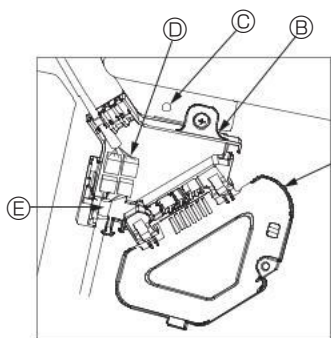

Fig. 10-8
- 2 Συνδέστε σταθερά το συνδετήρα του σύρματος διακλάδωσης του μοτέρ πτερυγίων και το συνδετήρα του σύρματος μοτέρ πτερυγίων στον πίνακα σύνδεσης. (Fig. 10-8) Υπάρχουν δύο συνδετικά μοτέρ πτερυγίων: ένα μπλε συνδετικό και ένα πορτοκαλί συνδετικό. Βεβαιωθείτε ότι τα χρώματα των συνδετικών συμφωνούν κατά τη σύνδεσή τους.